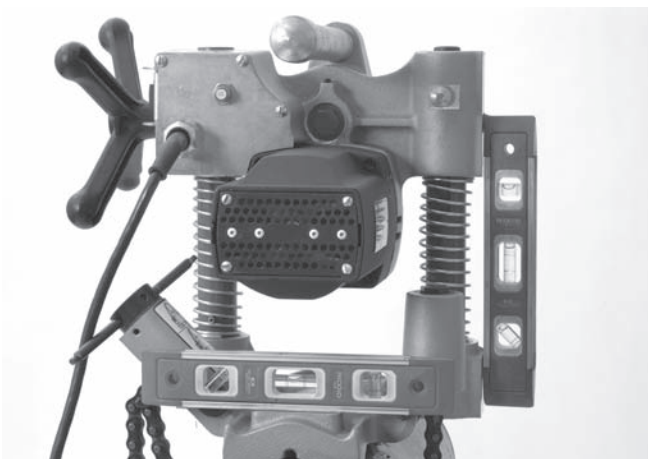

Figur 8 – Feste kjettingen
4. Hold alltid minst en hånd på hullemaskinen for å stabilisere og styre den. Grip tak i enden av kjettingen og stram den rundt røret. Når du drar i kjettingen vil en fjær bli belastet på enden. Fest den nærmeste kjettingnålen på kjettingkroken. Fjærbelastningen vil holde kjettingen fast på kjettingkroken. Fest stoppeskrueenheten for å feste sokkelenheten på røret. (Se figur 8.)